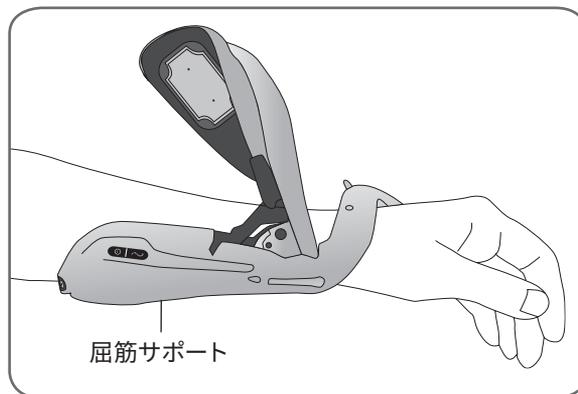

図 8-9: 屈筋サポートの位置決め
3. 装具の屈筋サポートに前腕を置きます。図 8-9 を参照してください。